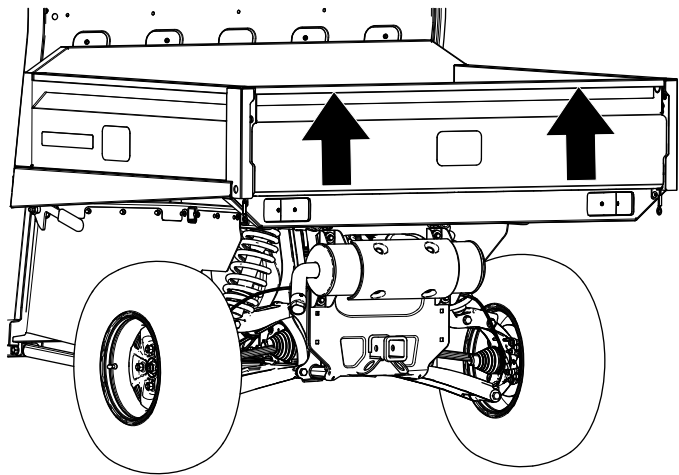

Figure 43
2. Utilisez les deux mains pour soulever le hayon en le prenant par le bord supérieur (Figure 43).